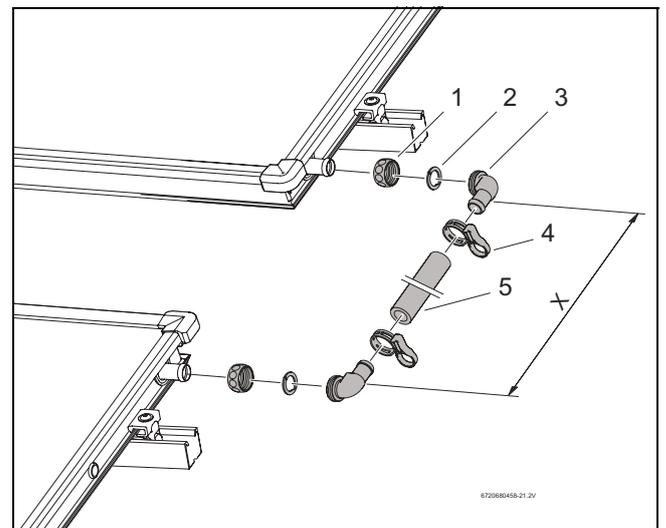

Fig. 58 Set di raccordo fra due serie di collettori
- Inserire il dado di raccordo (fig. 58, [1]) sopra gli attacchi del collettore.
- Disporre lo spessore di bloccaggio (fig. 58, [2]) dietro il bordo del raccordo del collettore e fissare premendo.
- Con una pressione, applicare la boccola angolare con o-ring (fig. 58, [3]) sull'attacco; successivamente allineare la boccola a gomito e avvitare con il dado di raccordo.
- A collettori montati, misurare la distanza tra le boccole a gomito (distanza X) e accorciare di conseguenza il tubo di collegamento (fig. 58, [5]).
- Spingere il tubo di gomma per solare sulla boccola angolare e fissarlo con la fascetta stringitubo (fig. 58, [4]).